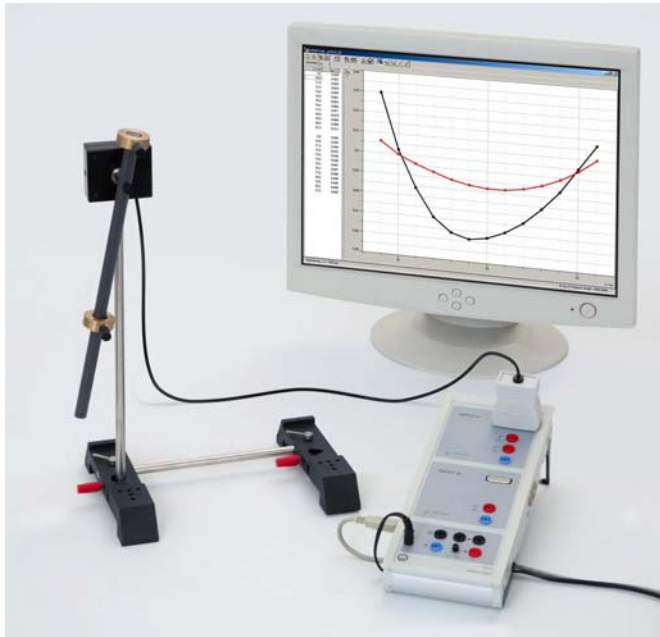

Abb. 1: Versuchsaufbau
- Stativmaterial wie in Abbildung 1 aufbauen. Darauf achten, dass beide Stativfüße plan auf der Unterlage stehen.
- Ein Massestück zunächst wie in Abb. 1 skizziert am Pendelende nahe des Aufhängepunkts befestigen.